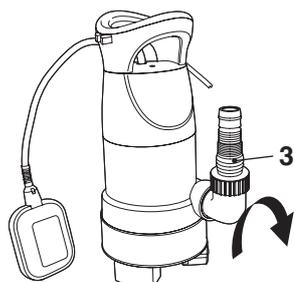

Fig. 1
- > Vissez le Adaptateur (4) sur l'embout de sortie (5) de l'appareil en le tournant dans le sens des aiguilles d'une montre (Fig. 1). et serrez-le manuellement jusqu'à ce que le joint soit bien serré.
- > Montez le connecteur du tuyau (14) sur le tuyau (A).